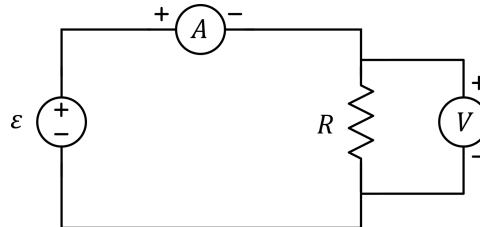

Figura 6 Esquema de montagem com fonte de tensão contínua, resistor (**ôhmico, incandescente ou VDR**), voltímetro e amperímetro.
1. Monte o circuito conforme o esquema da figura 6, utilizando o resistor R (NiCr), ainda sem ligar a fonte de tensão.
1. Monte o circuito conforme o esquema da figura 6, utilizando um VDR como elemento resistivo. Este estará devidamente mergulhado com seu suporte no óleo de transformador dentro de um béquer à temperatura ambiente (anote a temperatura lida no termômetro).